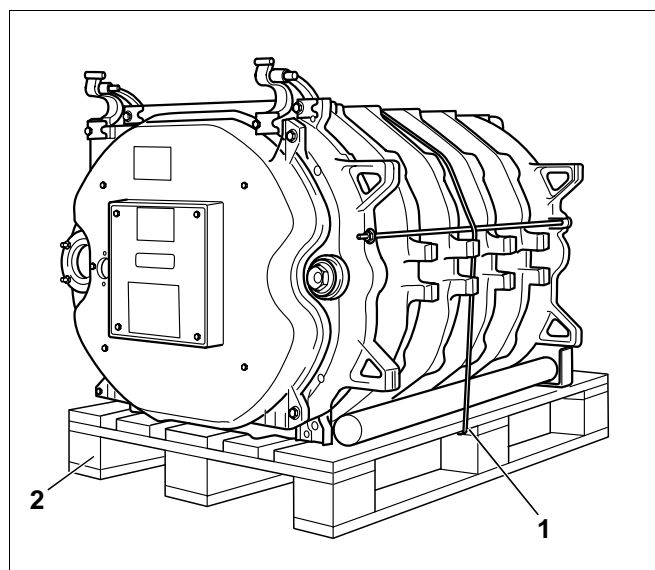

Fig. 18 Kedelkrop på palle
- Skær sikringsbåndet over (Fig. 18, **pos. 1**).
- Fjern pallen før opstillingen (Fig. 18, **pos. 2**).